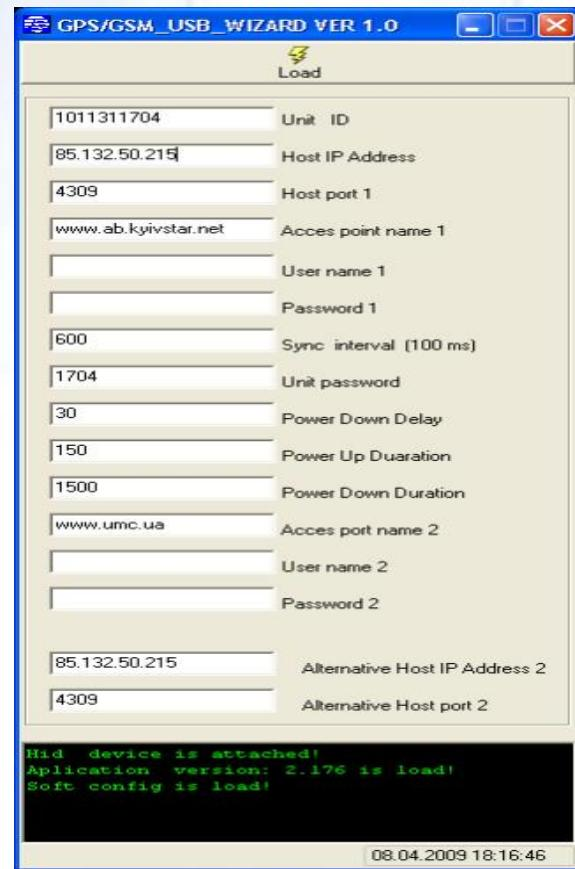

Рис. 4.2 Программа конфигурации устройства активна
- 4.4 После того как питание подано на устройство, на передней панели должны засветиться индикаторные светодиоды с надписями PWR, 2, 3 через 5-15 секунд светодиод под номером «2» начнет мерцать, индицируя передачу данных на ПК. После чего, поля для ввода данных станут активными, а внизу окна на черном фоне появятся надписи, информирующие о благополучном подключении устройства см. Рис. 4.2.